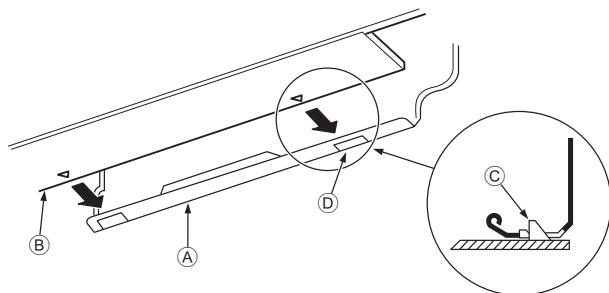

Fig. 3-15
3. Lors de l'insertion du tuyau de réfrigérant et le tuyau d'écoulement dans l'orifice mural d'insertion (manchette de protection), accrocher la partie supérieure de l'appareil intérieur sur la planche d'installation ①.
5. Fixer en poussant la partie inférieure de l'appareil intérieur sur la planche d'installation ①. (Fig. 3-15)
- * Vérifier que les boutons en bas de l'appareil intérieur sont correctement maintenus sur la planche d'installation ①.
① Planche d'installation ①
② Appareil intérieur
③ Crochet
④ Orifice carré